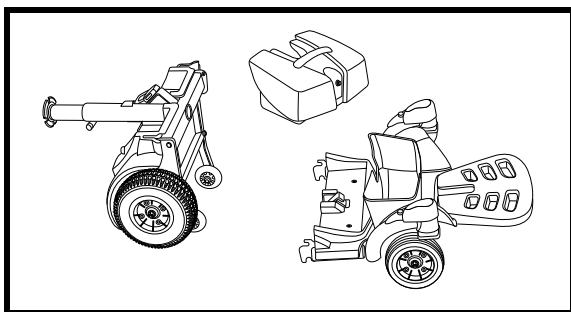

Figure 13. Positionnement de la section arrière
1. Penchez la section arrière vers l'arrière jusqu'à ce qu'elle soit sur les roulettes antibascule. Voir la figure 13.